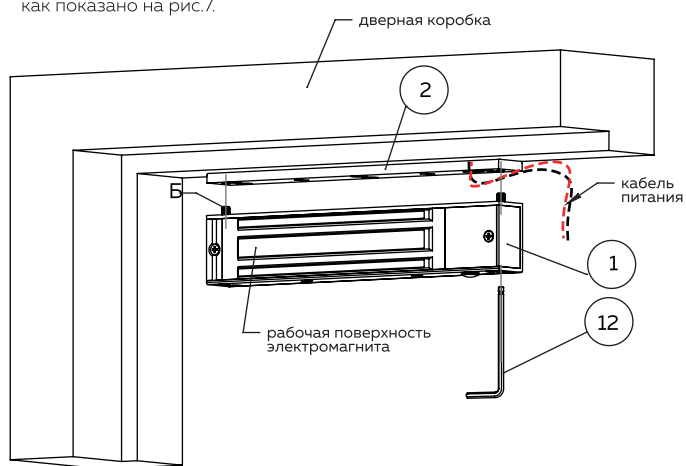

Рисунок 7
2 Через овальный паз пропустить кабель питания для замка и соединить согласно схеме подключения. Для фиксации электромагнита ① на пластине ② необходимо закрутить винты Б при помощи ключа ⑫, как показано на рис.7.